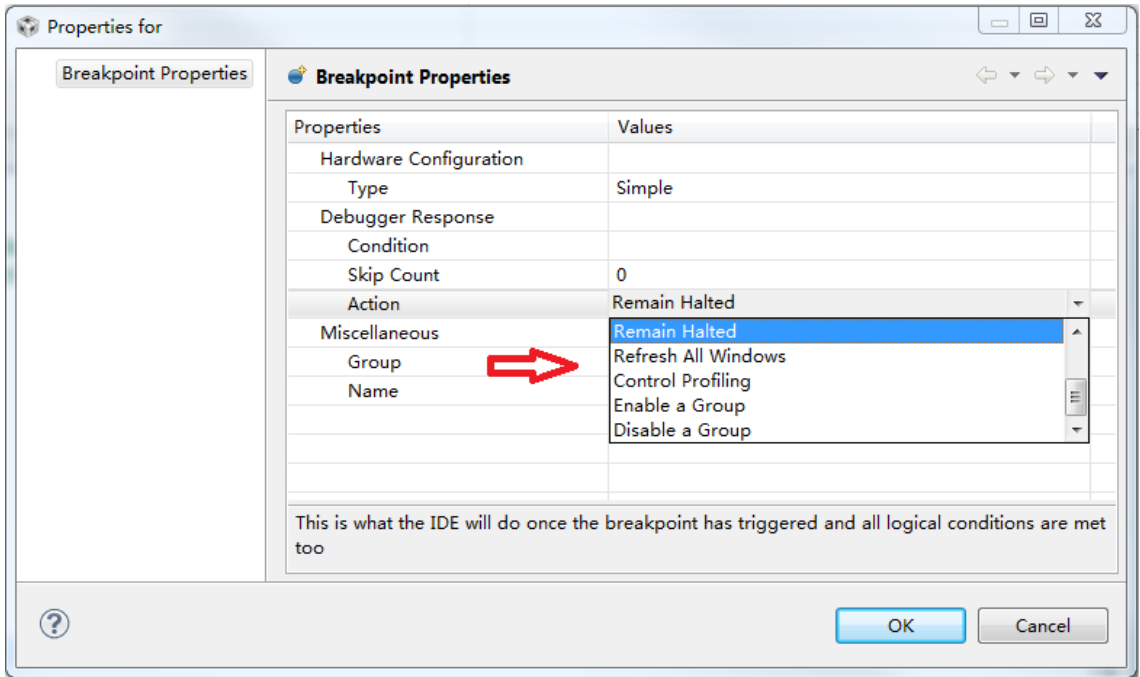

图 2.27 断点的 Action 属性设置
- 2) 如图 2.27 所示，断点的 Action 默认属性为 Remain Halted，表明程序运行到此处会停止。用 ccs 观测波形时，应把 action 属性改为 Refresh All Windows，这表示每次程序